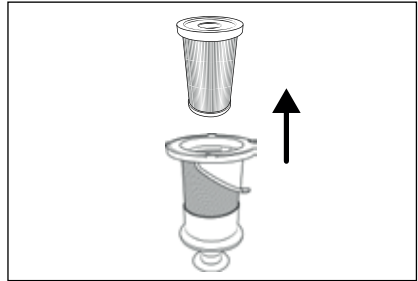

Fig. 24
- 4) Tag EPA-filteret **5** ud af filteret af rustfrit stål **6** ved at holde i åbningen på EPA-filteret **5** og tage det ud af filteret af rustfrit stål **6** (se fig. 24).